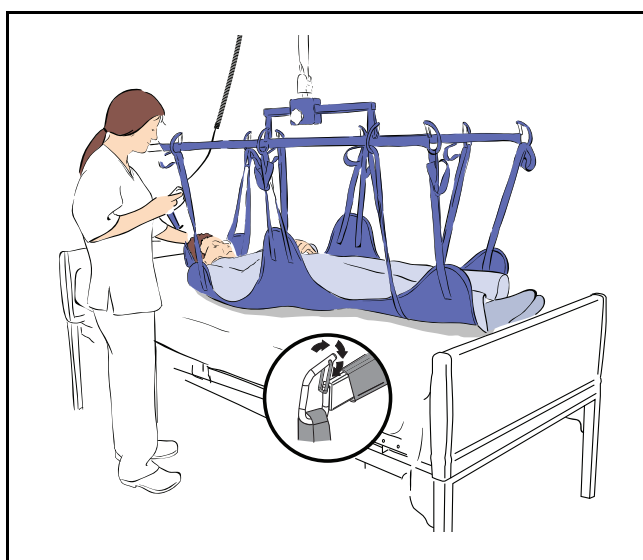

Fig. 13
- 5) Hægt alle sejlets løkker rigtigt på (se Fig. 13).
ADVARSEL: Når der hænges et løkkesejl på den justerbare bæreramme, sørg for, at løkkerne er anbragt korrekt, og at låseanordningerne lukker krogene som vist på fig. 13.